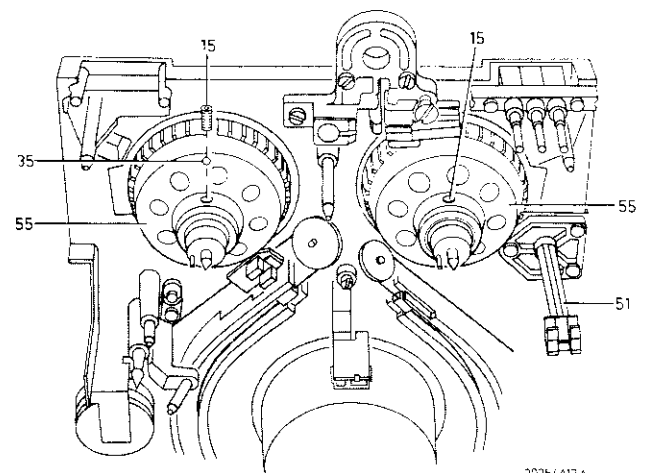

Fig. 2.17
- Innensechskantschraube 15 um einige Windungen lösen (siehe Abb. 2.17).